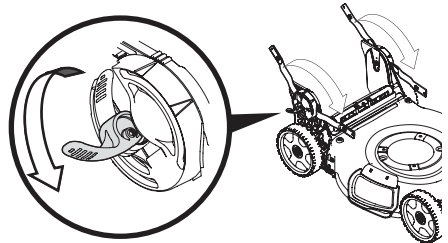

Figura 11
2. Destrahe las dos palancas de liberación de manija. Vea el recuadro de la Figura 11.